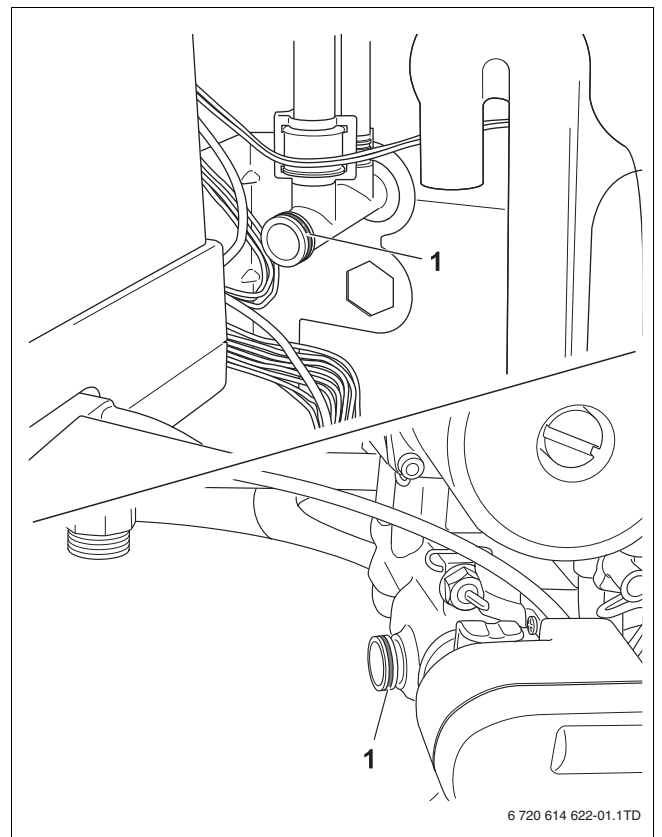

Bild 13 O-Ringe montieren
- O-Ringe montieren (→ Bild 13, Seite 23; im Lieferumfang enthalten).
- Schlauchstücke montieren und mit Klammern (1) und (2) sichern.